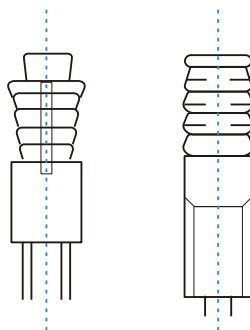

Figura 5
- Determine o local de montagem no teto do recinto ou no teto da edificação e faça quatro furos de $\text{Ø}12 \text{ mm} \times 50\text{-}55 \text{ mm}$. Em seguida, chumbe e instale as fixações do gancho de expansão (acessório 4 comprado) nesses furos. Consulte a Figura 5.